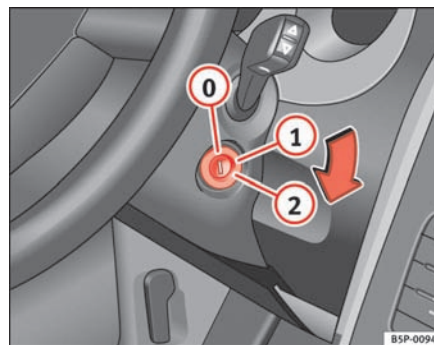

Fig. 137 Tændingsnøglen stillinger
I stillingen ⇒ fig. 137 er tændingen afbrudt og motoren standset, og rattet kan låses.
- Drej tændingsnøglen til stilling ⇒ side 162, fig. 137 ①. Kontrollampen  lyser under motorforvarmningen.
- Når kontrollampen slukker, skal du dreje nøglen til stilling ② for at starte motoren. Giv ikke gas.
- Drej tændingsnøglen til stilling ⇒ side 162, fig. 137 0.